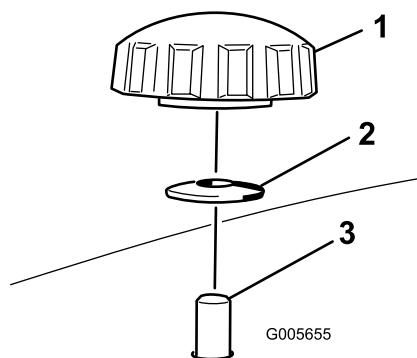
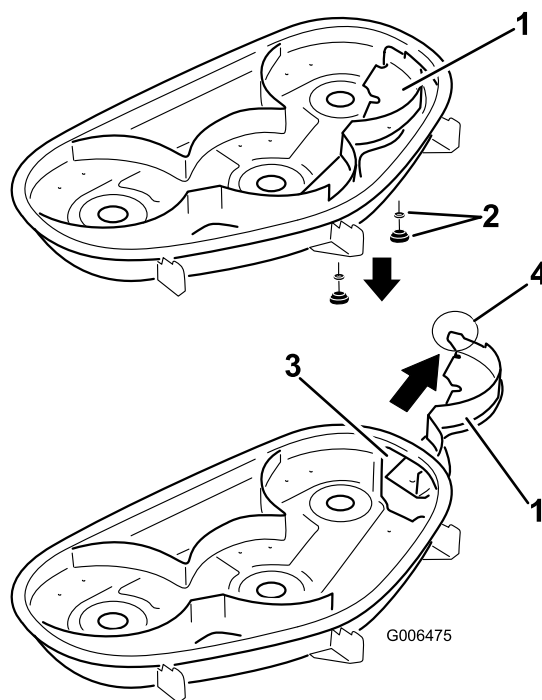

Figure 29
Figure 30
4. Déposez les 2 boutons et rondelles bombées qui fixent le déflecteur droit au plateau de coupe, comme illustré à la Figure 29.
5. Déposez le déflecteur droit et abaissez le déflecteur d'herbe sur l'ouverture d'éjection, comme illustré aux Figure 30 et Figure 29.
4. Insérez le déflecteur droit par l'ouverture d'éjection et fixez-le en place avec 2 boutons et rondelles bombées (côté bombé face au plateau de coupe) comme illustré aux Figure 29 et Figure 30.